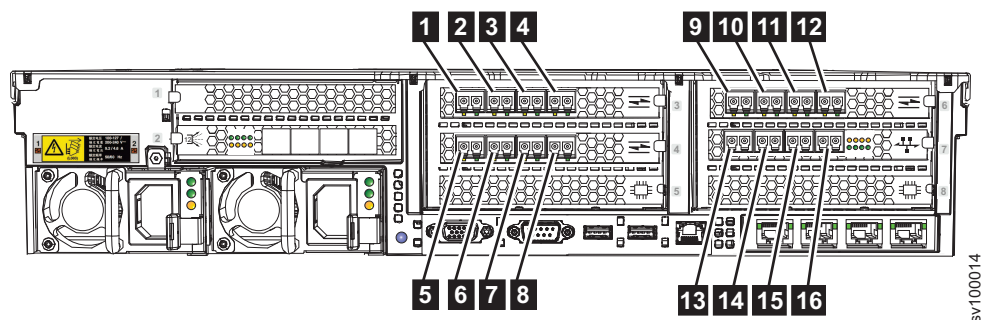

図 29. ファイバー・チャネル・ポート
- 3. オプション: ファイバー・チャネル・フィーチャーが取り付けられている場合、構成で必要ならばファイバー・チャネル・ケーブルをファイバー・チャネル・ポートに接続することができます。図 29 は、スロット 3、4、および 6 に 16 Gbps ファイバー・チャネル・アダプターが取り付けられている装置の例を示しています。10 Gbps 光イーサネット・アダプターは Fibre Channel over Ethernet (FCoE) 通信に使用され、スロット 7 に取り付けられて追加のファイバー・チャネル・ポートを提供します。